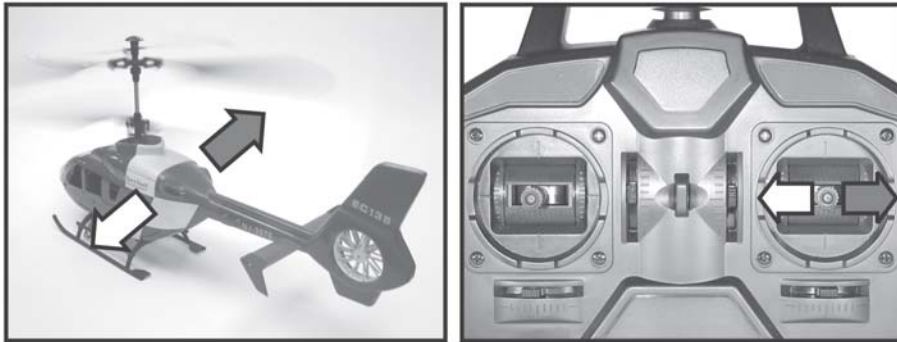

Afbeelding 13
Schuif daarna de instelschroef-mechaniek (3) in de voorbereide voering (6) aan het rechter (van achter gezien) knuppelaggregaat (zie afbeelding 13 A) en hang de trekveer boven in de haak van de instelmechaniek.